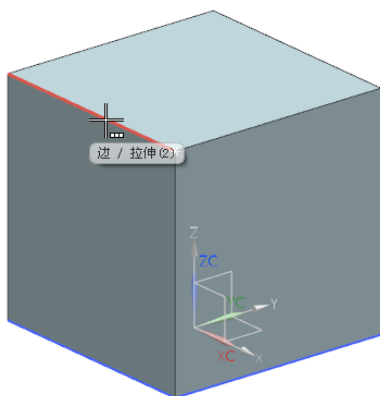

图 8-19 选择边
(5) 在实体中选择如图 8-19 所示的边线作为水平参考。